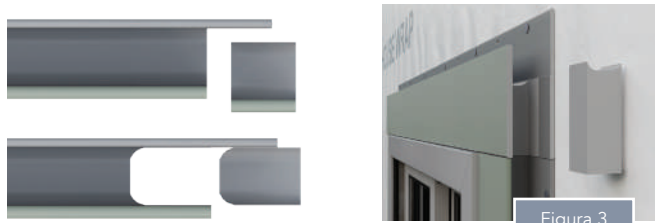

Figura 3
- Para lograr el detalle de estilo Craftsman, rebaje los bolsillos receptores en la moldura a la profundidad de coordinación en las molduras adyacentes para permitir una profundidad de canal constante cuando se instale el revestimiento (Figura 3).